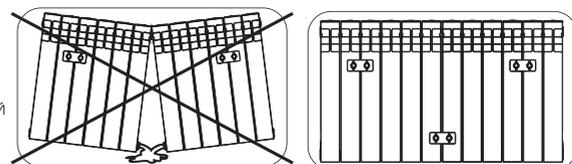

Рис. 3.
3. Монтаж радиатора на стену (рис. 3)